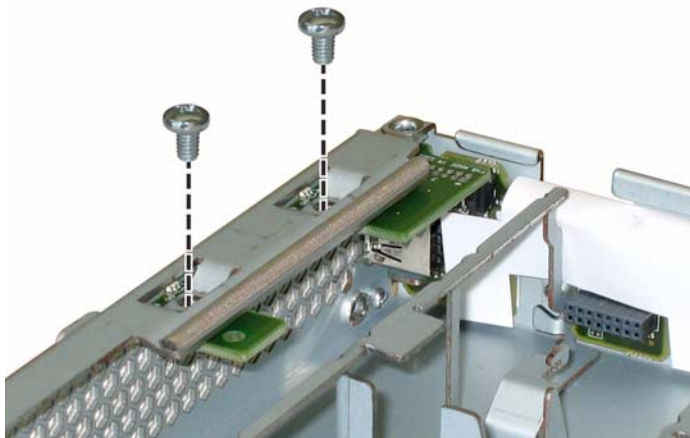

図 3-25 前面パネルインジケータ基板ネジの取り外し
- a. 前面パネルインジケータ基板をシャーシに固定している 2 本のネジを外します。図 3-25 を参照してください。